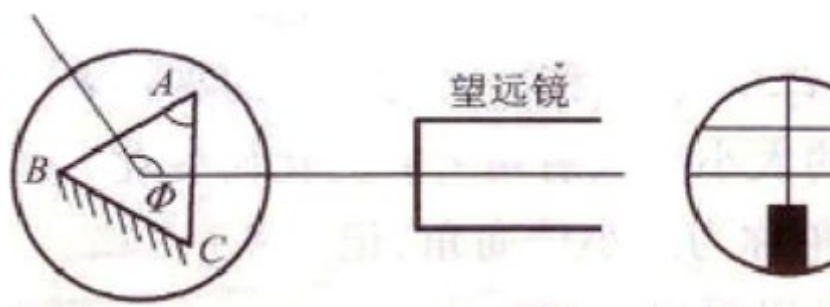

图 10 测棱镜顶角 A
(2) 接通目镜光源，遮住从平行光管来的光。转动载物台，在望远镜中观察从侧面 AC 和 AB 反射回来的十字像，只调节台下三螺钉，使其反射像都落到上十字线处，见图 10。调节时，切莫动螺钉 (12) (为什么?)
固定望远镜和刻度盘。转动游标盘，使镜面 AC 正对望远镜，见图 10。记下游标 1 的读数 θ_1 和游标 2 的读数 θ_2 。再转动游标盘，使 AB 面正对望远镜，记下游标 1 的读数 θ_1' 和游标 2 的读数 θ_2' 。同一游标两次读数之差 $|\theta_1 - \theta_1'|$ 或 $|\theta_2 - \theta_2'|$ ，既是载物台转过的角度 Φ ，而 Φ 是 A 角的补角，